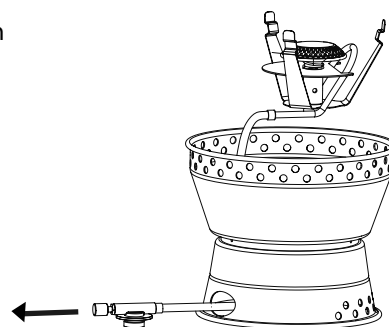

Fig. 3
- Führen Sie das Ventil (10) durch den Schlauchausgang (13) am Herdboden (Abb. 3).